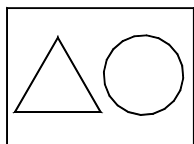
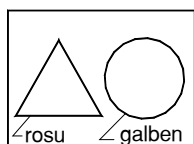

Fig. U5.28
Fig. U5.29
9. S-au creat două layer-e (cu numele *Rosu* și *Galben*), fiecare având atributul culoare diferit, având setată opțiunea *BYLAYER* pentru culori și tipuri de linii. Cele două obiecte (cercul și triunghiul) din Fig.U5.28, create în layer-ul 0 cu atributul de culoare tot *BYLAYER*, se transferă fiecare în aceste layer-e, rezultând desenul din Fig.U5.29. Cum se face acest transfer?